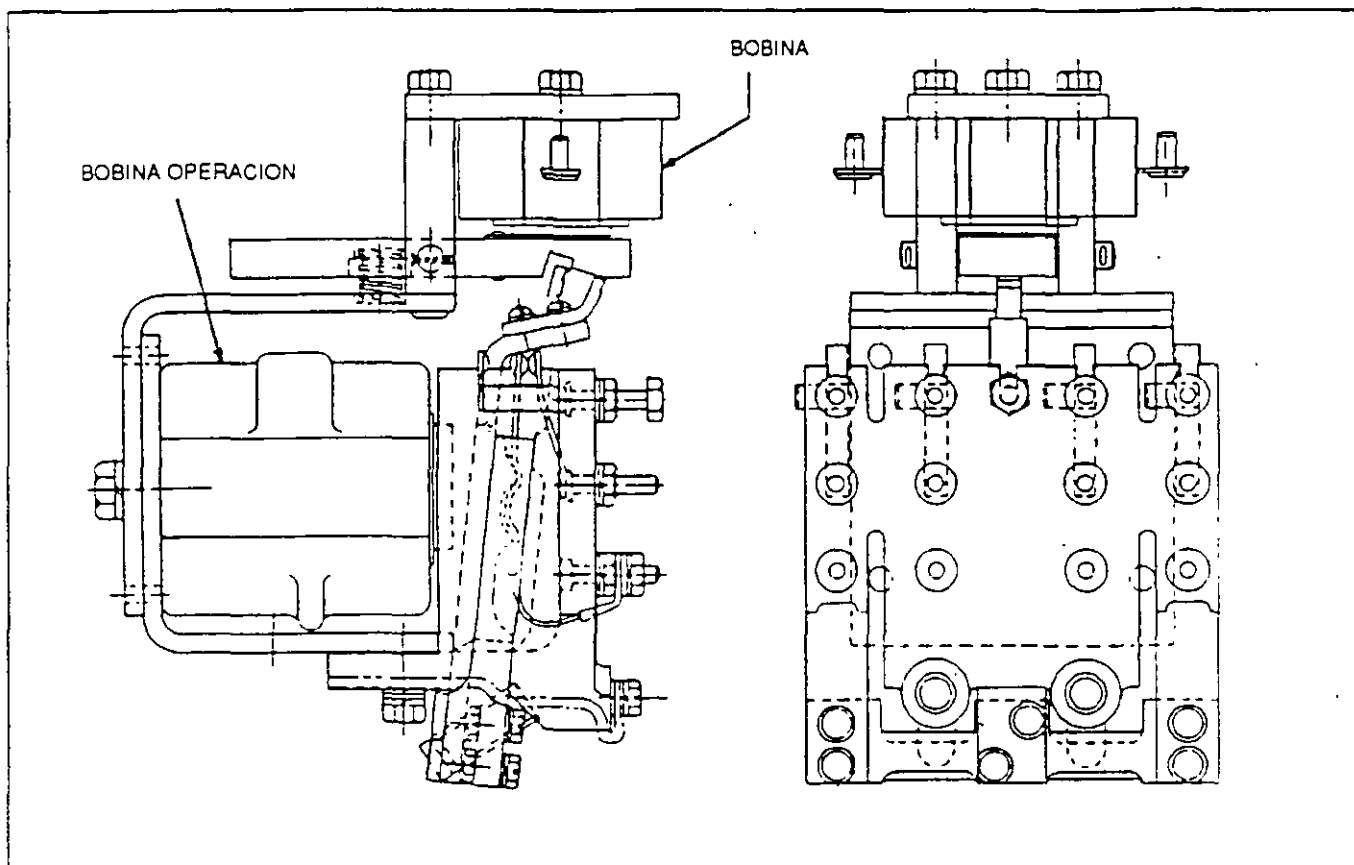

FIG. 14 RELEVADOR DE TRABAMIEN TO LV67. E-39102-S
El relevador LV67, Fig. 14, es un dispositivo de control electromecánico empleado en las locomotoras diesel eléctricas como un Relevador de Tierra (GR). Este dispositivo de control contiene dos relevadores, uno para la operación y otro para el restablecimiento remoto del mecanismo de enganche. En el caso de una tierra en el sistema eléctrico, la bobina de operación se energiza abriendo sus contactos para retirar el suministro eléctrico desde los circuitos de control. Una vez abiertos, los